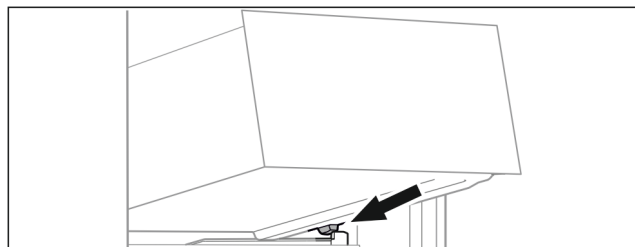

Fig. 22
- ▶ Założyć szufladę pod skosem za stoperami na żebro pojemnika Fig. 22 (1).